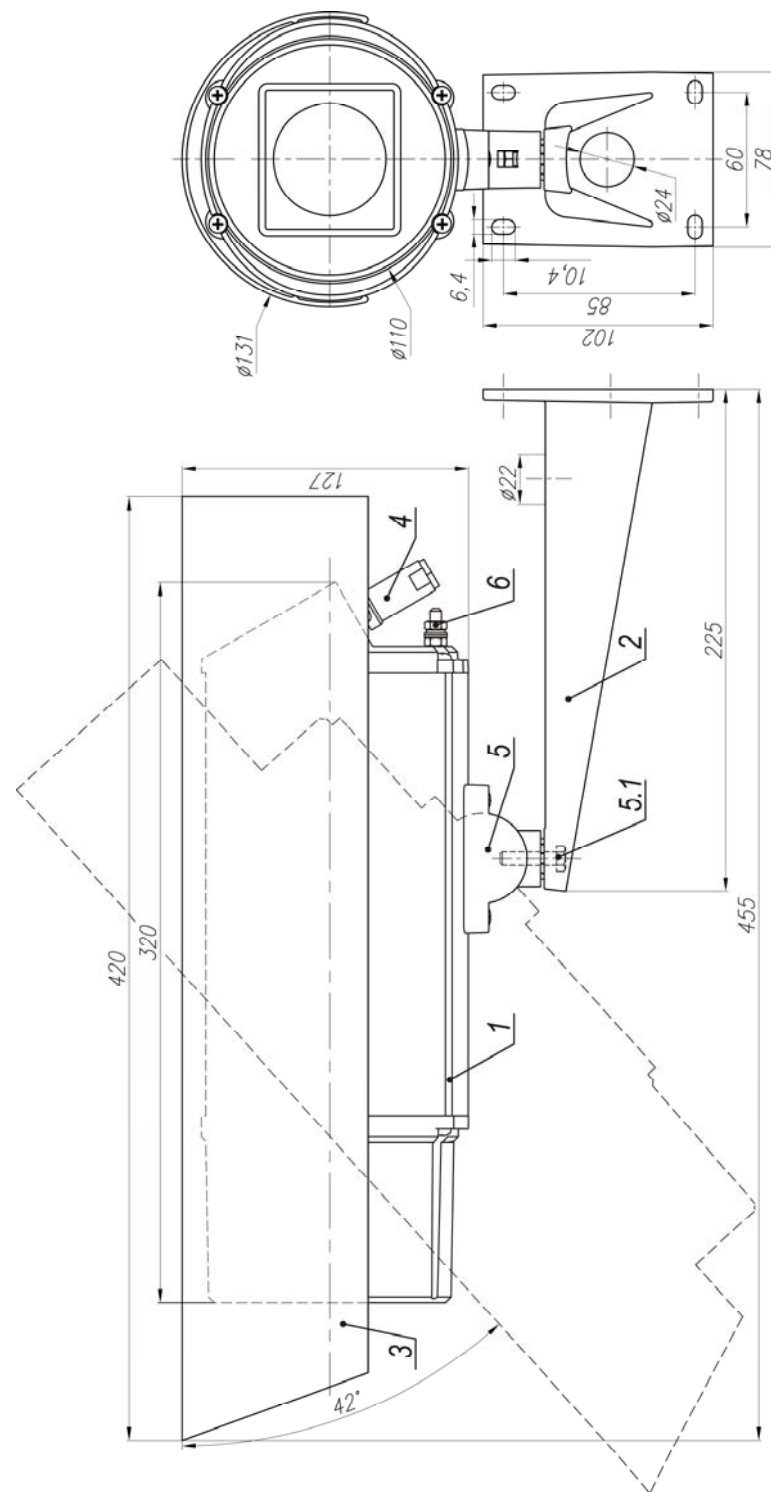

Рис.1 Состав и габаритно-установочные размеры ТВК-30В IP
3. Ослабив болт фиксации шарнира (поз.5.1 рис.1), установить гермобок на нужное направление обзора, после чего надежно зафиксировать шарнир затянув болт.
3. Заземлить гермобок с помощью болта заземления (поз.6 рис.1).
Состав изделия: (см. рис.1)